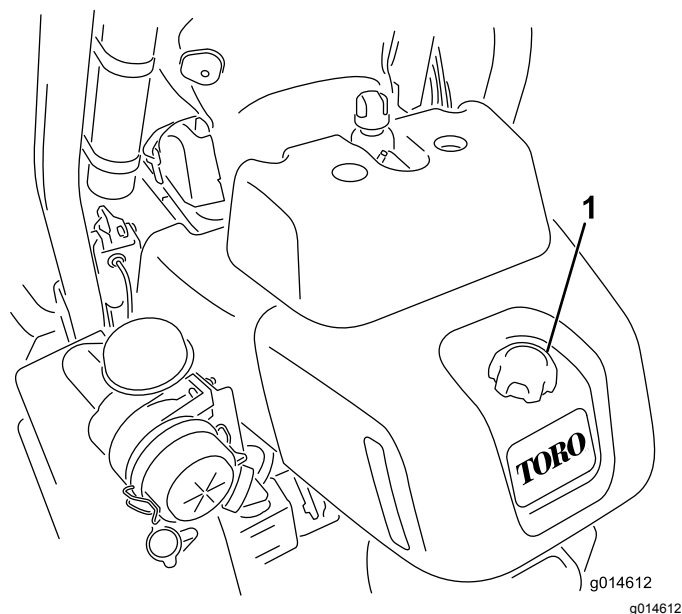

Рисунок 22
1. Очистите поверхность вокруг крышки топливного бака (Рисунок 22).